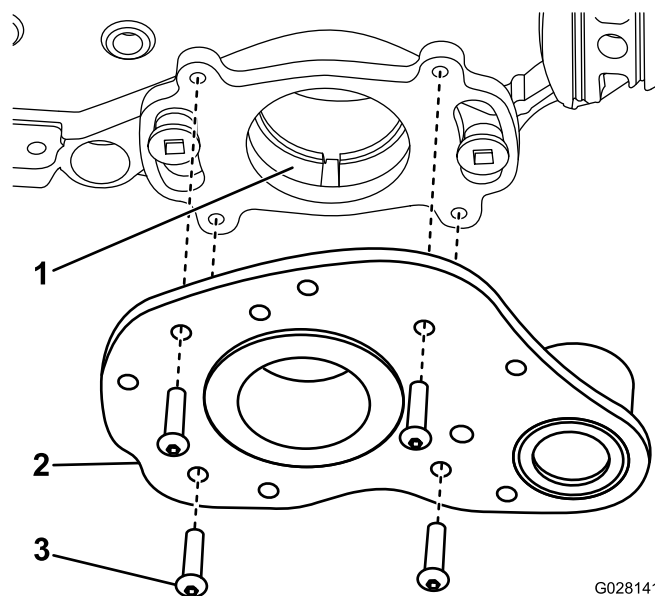

Рисунок 9
2. Нанесите тонкий слой консистентной смазки на уплотнительное кольцо и направляющее отверстие (Рисунок 9).
3. Прикрепите узел привода к задней монтажной пластине с помощью 4 винтов (Рисунок 9).